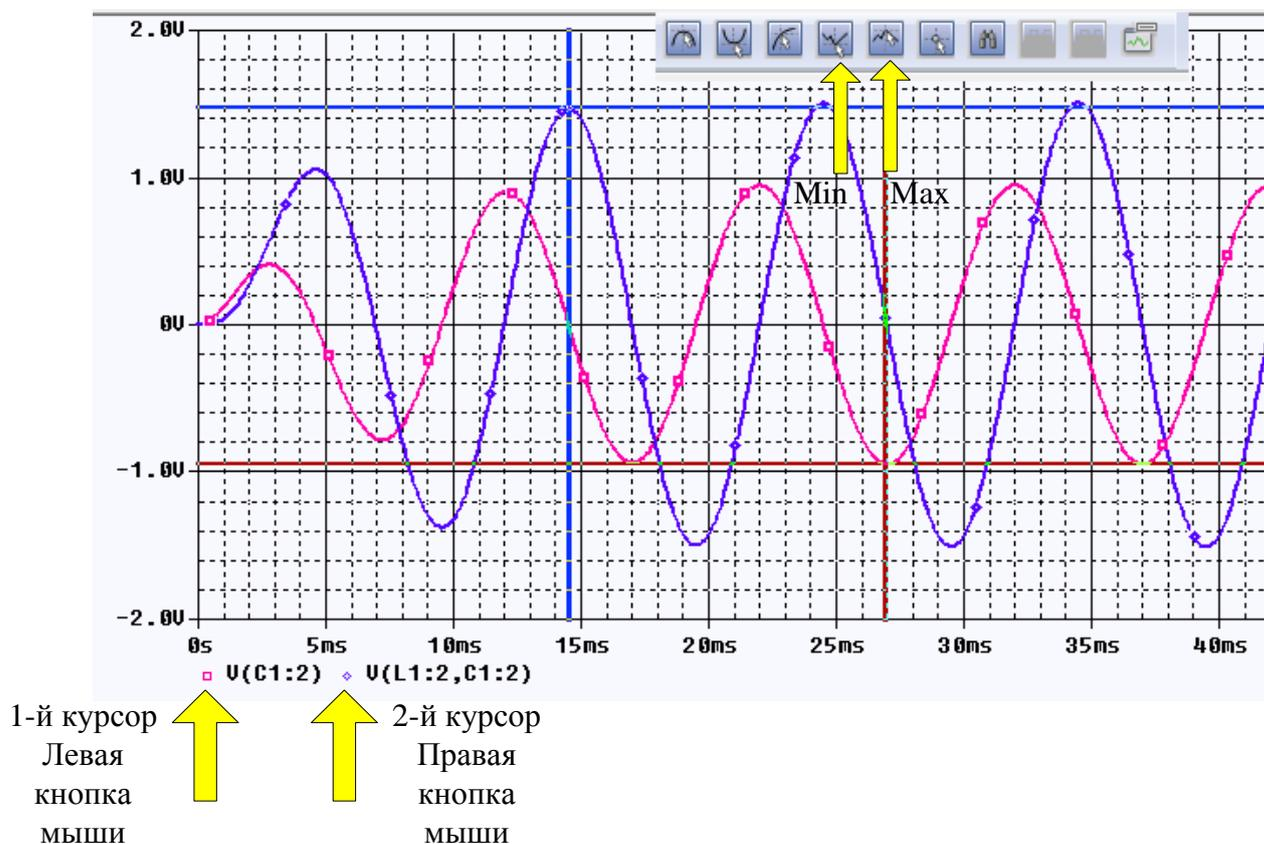

Рис. 2.10. Перемещение курсоров в Min и Max
5. Для перемещения курсоров в особые точки графиков надо выполнить следующее (рис. 2.10):